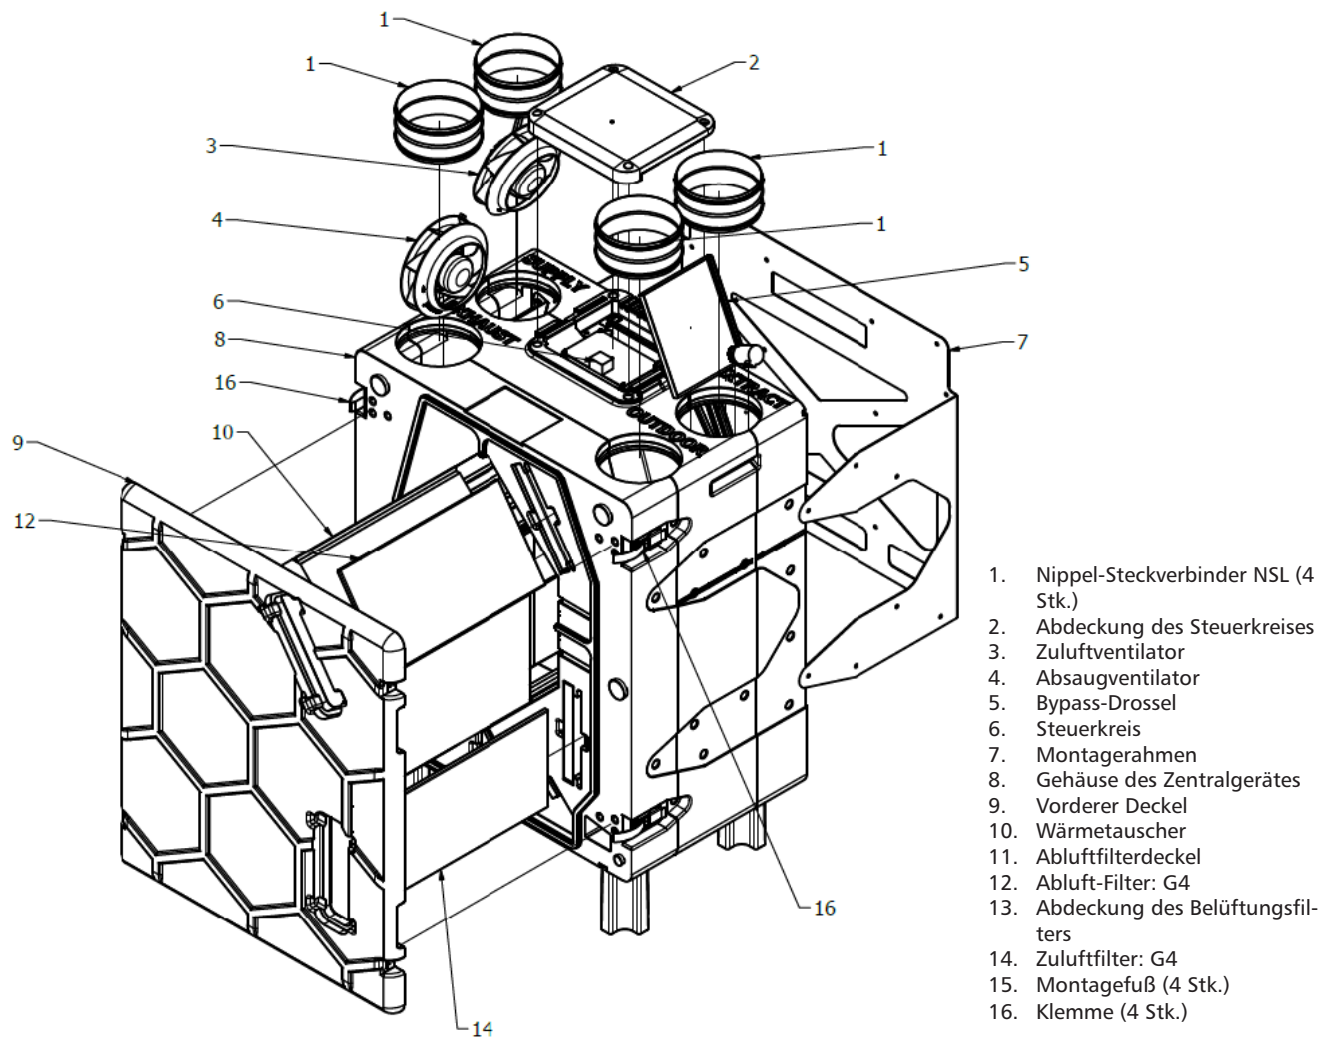

Abb. 2 - Konstruktionsschema
- Luftbehandlungsgerät mit Wärmerückgewinnung (einschließlich aller Komponenten in Abbildung 2) - 1 Stk.